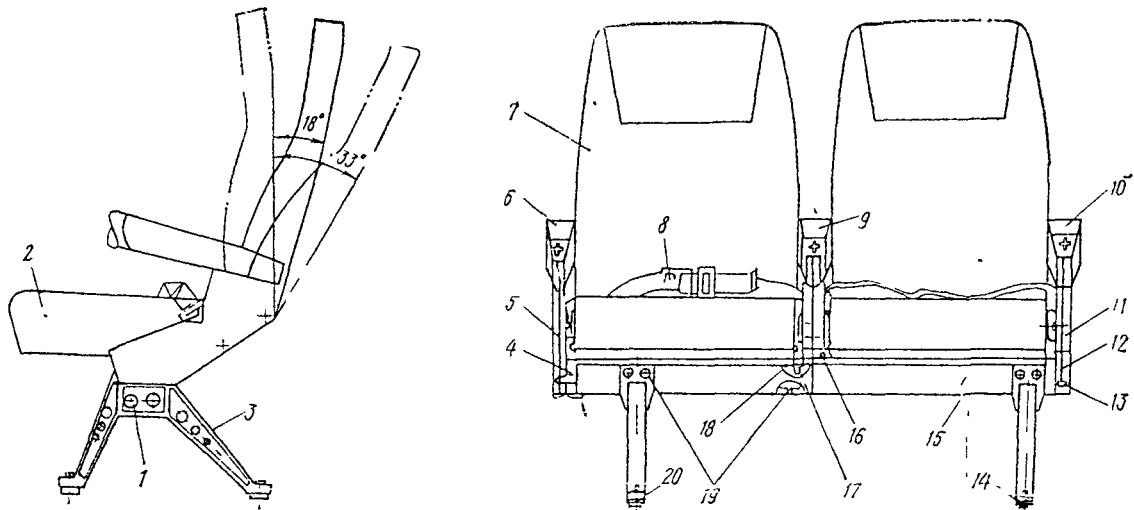

Рис. 6.2. Кресло гассажирское
- выверните нижний болт 33 крепления крайней внутренней боковины 12 (рис. 6.2) к балке 15;
— отверните два винта 18 (рис. 6.2), два болта 19 и снимите две шайбы;
— снимите боковину среднюю правую 24, вывернув два винта 18 (рис. 6.2) и два болта 19. Снимите две шайбы.
- отверните восемь болтов 19 (рис. 6.2) и снимите восемь шайб;